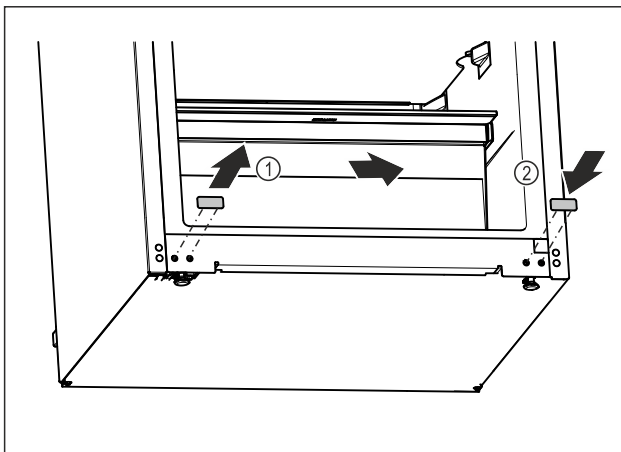

Fig. 21
- ▶ Hiqni tapat mbuluese. Fig. 21 (1)
- ▶ Vendosni tapat mbuluese në anën e kundërt. Fig. 21 (2)